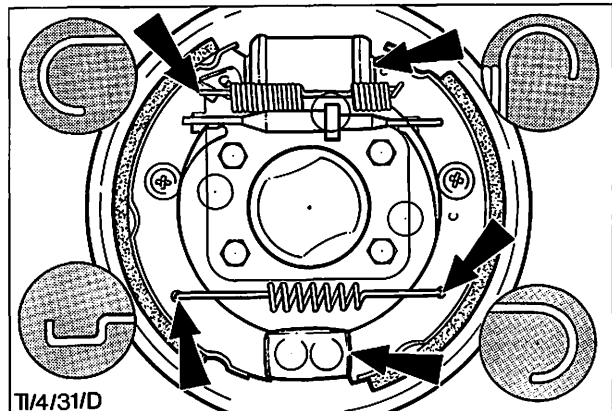

Abb. 54 Lage der Rückzugfederhaken
8. Vordere Bremsbacke in den Schlitz im anderen Ende der Druckstange einführen und am Radbremszylinder ansetzen. Untere Rückzugfeder zuerst in die hintere, dann in die vordere Bremsbacke einhängen. Vordere Bremsbacke gegen das Stützlager aufdrücken und Haltestift, Feder und Federteller der Bremsbackenbefestigung montieren. Abb. 54.